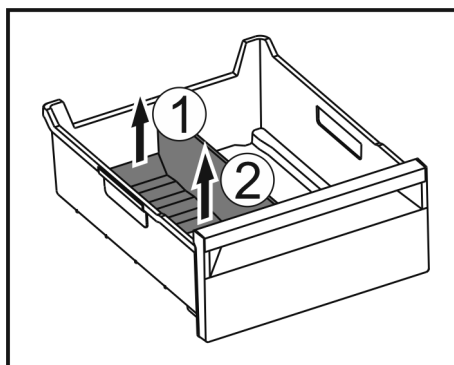

Fig. 120
- Podnieść tylną część separatora do szuflady na lód. Fig. 120 (1)
- Separator do szuflady na lód podnieść do góry. Fig. 120 (2)